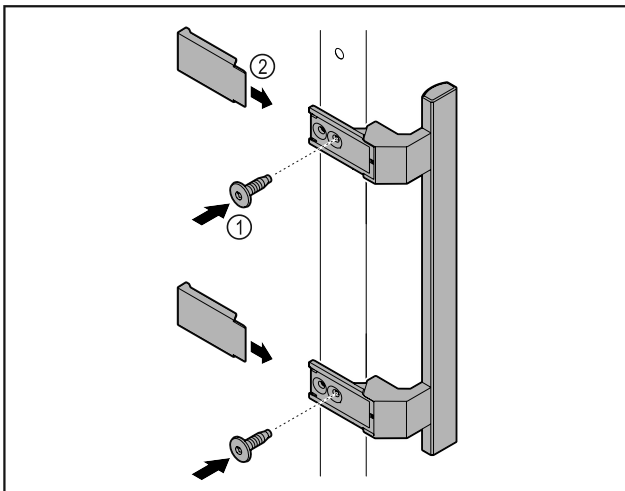

Fig. 9
- ▶ Pritvirtinkite rankeną iš priedų pridedamais varžtais Fig. 9 (1) prie durų.
- ▶ Uždėkite dengiamąją plokštelę Fig. 9 (2).